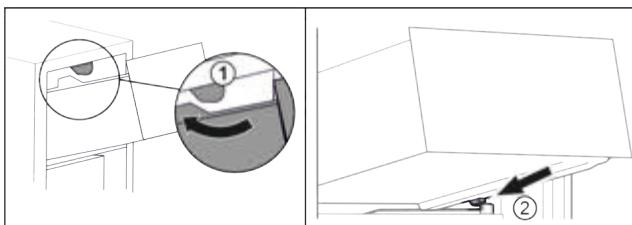

Fig. 74
- Обвести висувний ящик навколо верхнього стопора. Fig. 74 (1)
- Встановити висувний ящик за нижніми стопорами на ребро для резервуару навскоси. Fig. 74 (2)